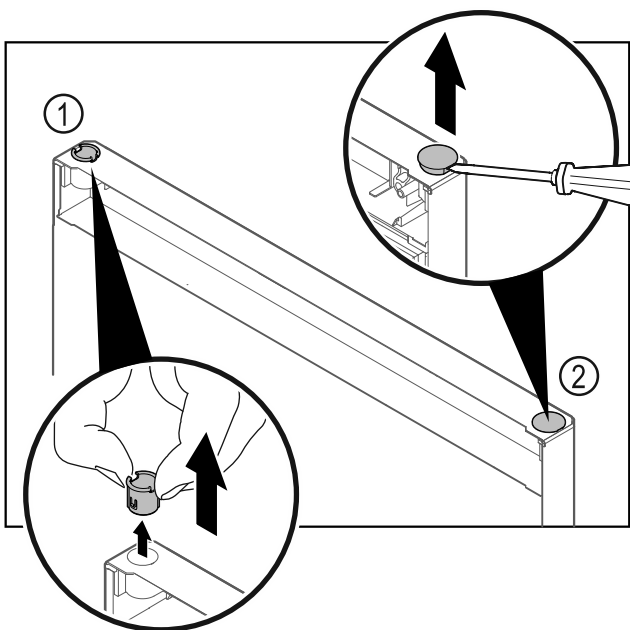

Fig. 23
- ▶ Træk hængselbøsningen Fig. 23 (1) ud med fingrene.
- ▶ Løsn afdækningsproppen Fig. 23 (2) forsigtigt med en flad skruetrækker, og træk den ud.